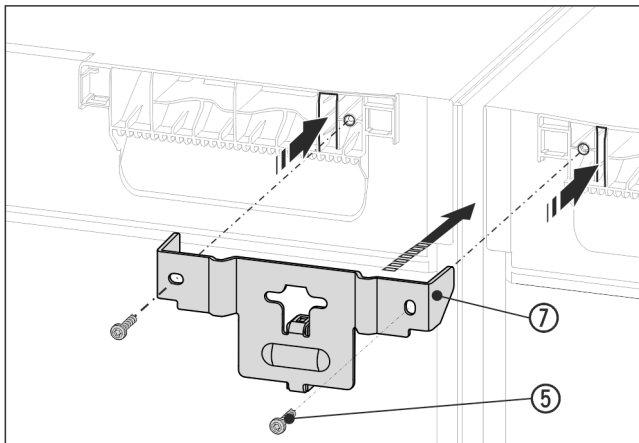

Fig. 16 Esimerkkikuva
- Työnnä kulma Fig. 16 (7) ja välikappale laitteiden väliin ja kielekkeet laitteen kanteen. Ruuvaa kiinni 2 ruuvilla Fig. 16 (5).